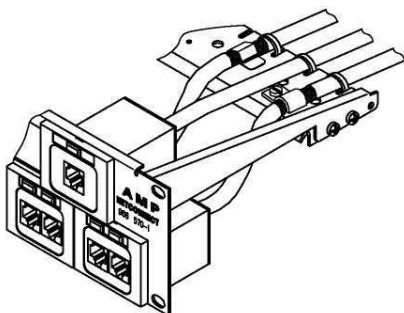

Figure 12 / Abbildung 12
22. Optional: Additional shield contact can be made with grounding clamps (PN X-0969592-7) as shown on the left hand cable in figure 12. For 150 Ohm Type 1A cables grounding clamp PN 0966256-1 is used (see right hand cable in figure 12).
22. Optional: Zusätzliche Schirmauflage gemäß Abbildung 12 (linkes Kabel) montieren (nicht im Lieferumfang enthalten PN X-0969592-7). Für 150 Ohm Typ 1A Kabel Erdklammersatz PN 0966256-1 verwenden (Abbildung 12, rechtes Kabel).